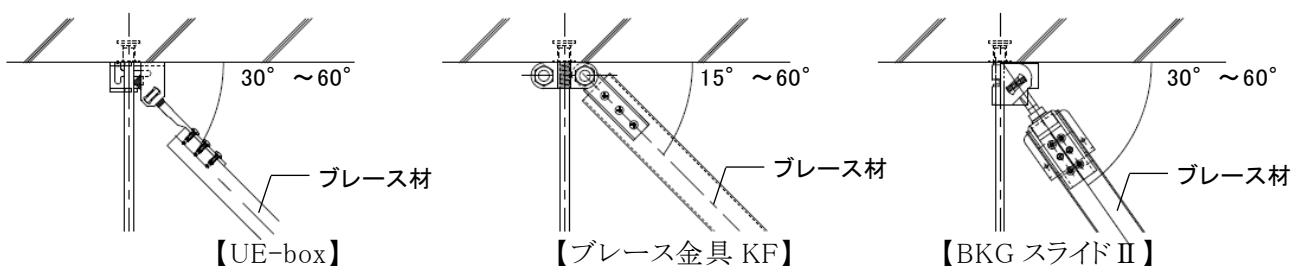

図 2-7-7 ブレース設置角度
④ブレースの設置角度は  $30^{\circ} \sim 60^{\circ}$  の範囲(ブレース金具 KF の場合は  $15^{\circ} \sim 60^{\circ}$  の範囲)となるように設置し、ブレース上部取付金具の取付位置は、インサート、スラブに金具が当たるまでとする。(図 2-7-7 参照)